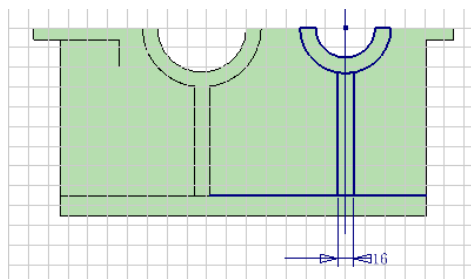

图 9-32 绘制拉伸草图
①选择另外一个凸台的外表面新建草图，进入草图环境中后，选择【直线】工具，绘制如图 9-32 所示的几何图形，并选择【尺寸】工具标注尺寸并修改尺寸值。
②单击【草图】标签上的【完成草图】工具按钮, 退出草图环境，进入零件特征环境下，单击【模型】标签栏【创建】面板上的【拉伸】工具按钮, 打开【拉伸】对话框，选择如图